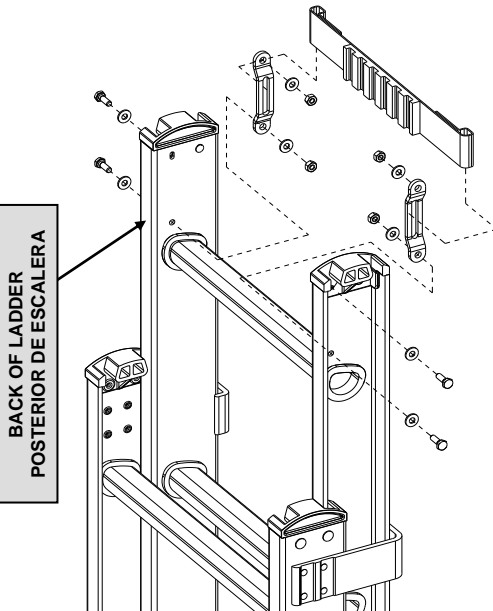

Fig. B2-1
1. Bolt the BRACKETS to the side rails using (4) **H1** bolts, (4) **H2** locknuts and (8) **H3** washers as shown in **Fig. B2-1** aligning them to the identified holes. Do not tighten brackets down until you have installed and adjusted the webbing.
2. Thread the webbing around the bracket and through slot as shown in **Figs. B2-1** and **B2-2**.
3. Adjust and tighten steadily all bolts and locknuts using (2) 7/16" wrenches. For further adjustments, brackets must be loosened.
1. Atornille los SOPORTES a los largueros usando (4) tornillos **H1**, (4) tuercas **H2**, y (8) arandelas **H3** como se muestra en la **Fig. B2-1** alineándolos con los agujeros identificados. No apriete los soportes hasta que haya instalado y ajustado el cinto flexible.
2. Enrolle el cinto alrededor de la oreja y a través de la ranura como se muestra en las **Figs. B2-1** y **B2-2**.
3. Ajuste y apriete firmemente todos los tornillos y tuercas usando (2) llaves de 7/16". Para ajustes posteriores, las orejas deberán ser aflojadas.